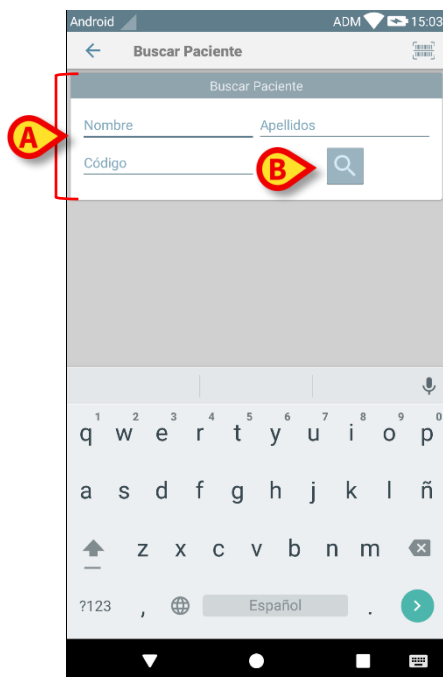

Fig 26
- introducir los datos del paciente en los campos indicados en Fig 26 **A** (nombre, apellidos código), y hacer clic en el botón **Buscar** (Fig 26 **B**). Se admite información parcial.